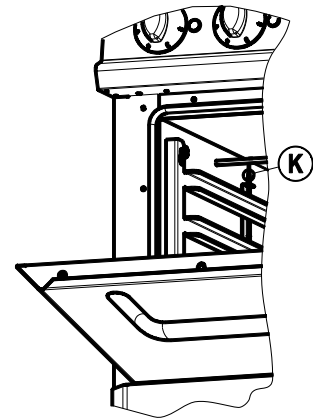

Рис.3
- Соблюдать осторожность в ходе очистки, чтобы не повредить датчик "К" (рис.3) термостата, расположенный внутри духового шкафа.